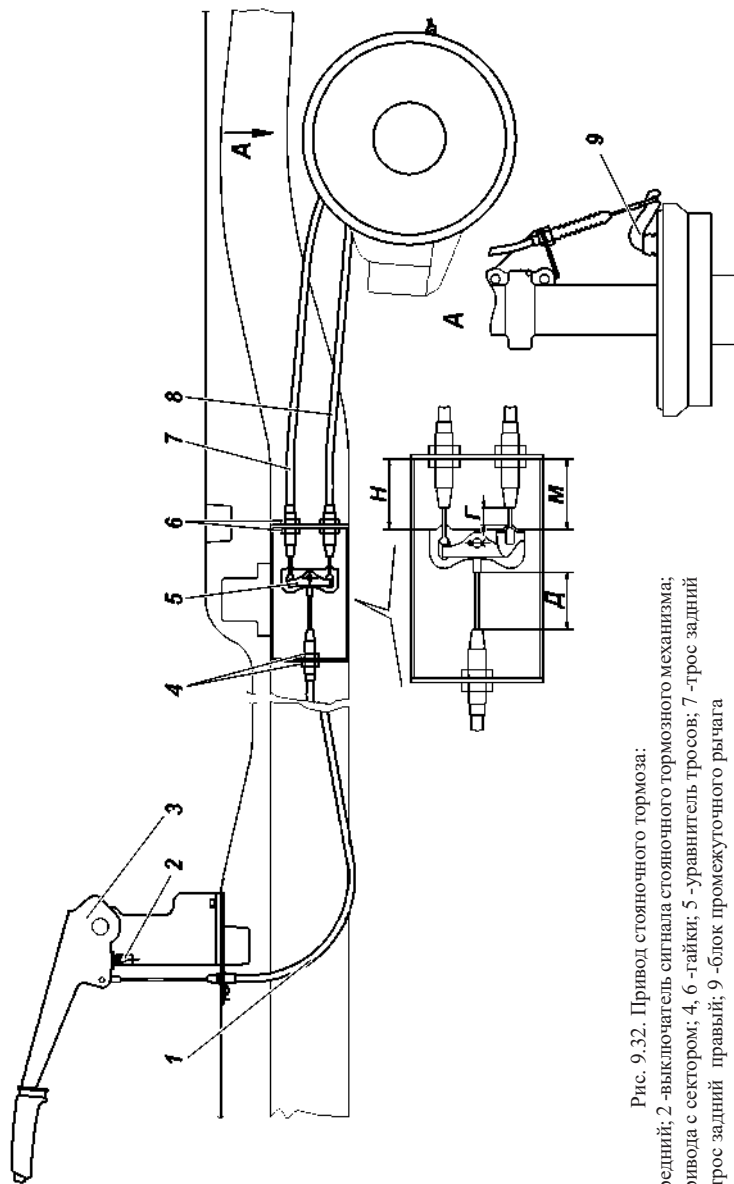

Рис. 9.32. Привод стояночного тормоза:
**Колесный стояночный тормоз** действующий на тормозные колодки задних колес (рис. 9.32).
3. Установите рычаг стояночного тормоза 3 (рис. 9.32) в нижнее положение.
2. Переместите рычаг стояночного тормоза 1 (рис. 9.32) в крайнее нижнее положение.